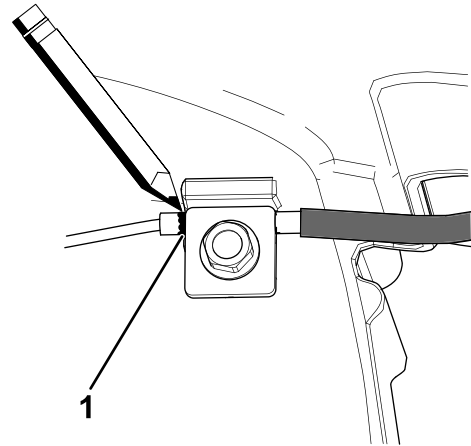
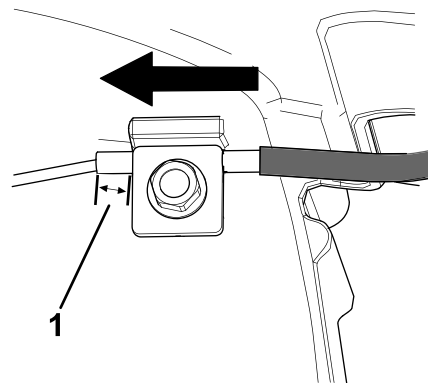

Figura 36
Figura 37
7. Marque el cable de freno (Figura 36), luego ajuste la cubierta hasta que quede aproximadamente 8 mm de holgura (Figura 37).